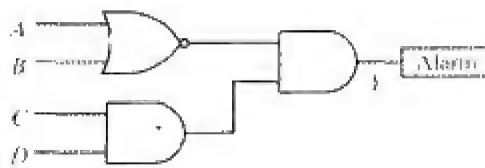

图 4-32
4. 当图 4-32 中逻辑电路的输出  $Y$  处于逻辑高电平或 1 状态时，其作用是使一个警铃工作。对其 16 种可能的输入状态画出显示输出结果的真值表。